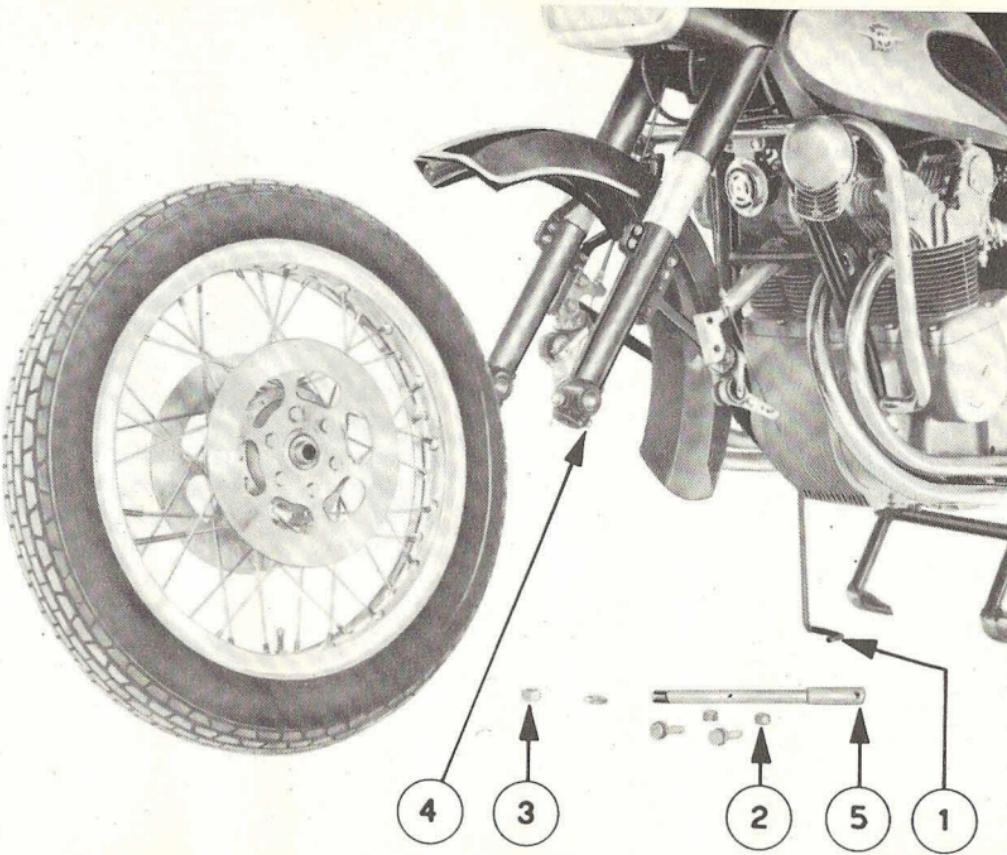

fig. 24
- Sollevare da terra la ruota mediante l'apposito piedino applicato sotto il carter motore 1 fig. 24.
- Smontare una ganascia del freno, fissa al braccio della forcella, togliendo i dadi autofrenanti 2 fig. 24. con chiave fissa e a tubo mm. 17.
- Togliere il dado 3 fig. 24 del perno ruota.
- Allentare il dado 4 fig. 24 sul braccio della forcella.
- Sfilare il perno ruota 5 fig. 24.
- Caler en suite la roue avec le pied qui se trouve sous le carter moteur 1 fig. 24.
- Démonter une machoire du frein, fixée au bras de la fourche, en dévissant les écrous auto-freinants 2 fig. 24 avec clef fixe et clef à tube de 17 mm.
- Enlever l'écrou 3 fig. 24 sur le moyeu de la roue.
- Deserrer l'écrou 4 fig. 24 sur le bras de la fourche.
- Lift the front wheel by means of the special support rod fitted under the engine casing 1 fig. 24.
- Remove one brake caliper from the fork leg by loosening the self locking nuts 2 fig. 24 by means of a flat spanner and of a 17 mm box spanner.
- Remove nut 3 fig. 24 from wheel spindle.
- Loosen nut 4 fig. 24 on fork leg.
- Remove wheel spindle 5 fig. 24.